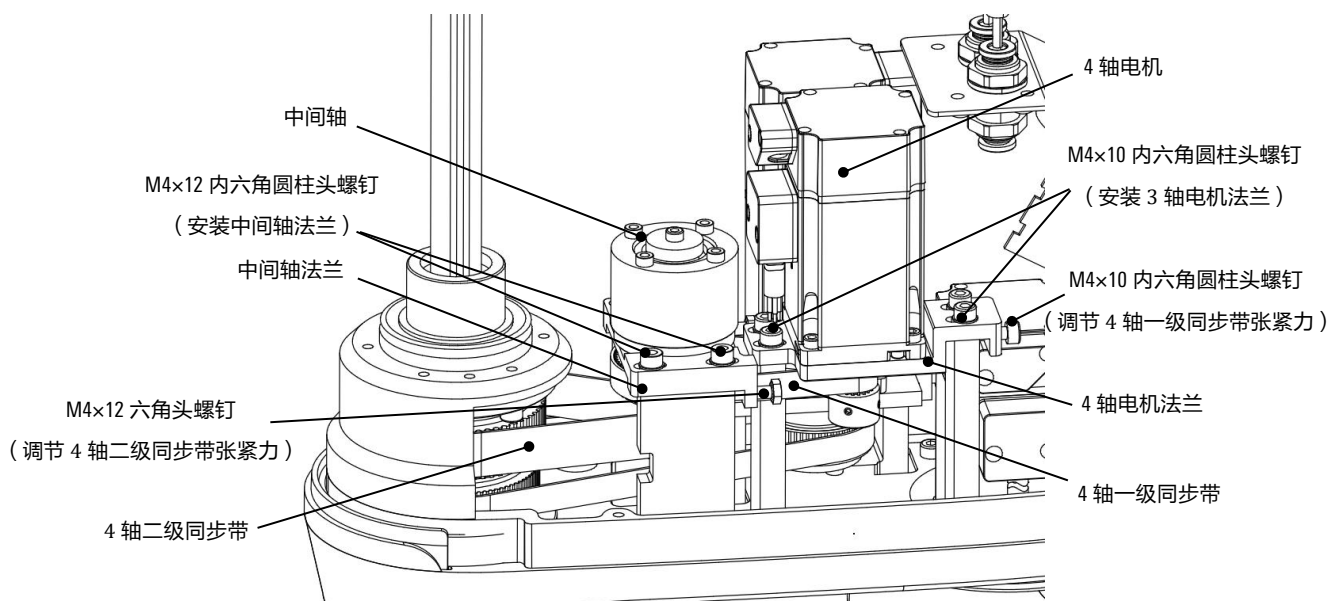

图 8-8 拆卸 4 轴电机法兰与中间轴示意图
- 步骤4.** 用内六角扳手拆下安装 4 轴电机法兰的 4 个 M4×10 内六角圆柱头螺钉，然后缓慢松动调节 4 轴一级同步带张紧力的 1 个 M4×10 内六角圆柱头螺钉，将 4 轴电机和 4 轴电机法兰一齐取下，如图 8-8 所示。
- 步骤5.** 用内六角扳手拧拆下安装中间轴法兰的 4 个 M4×12 内六角圆柱头螺钉，再用普通扳手缓慢松动调节 4 轴二级同步带张紧力的 2 个 M4×12 六角头螺钉，将中间轴与中间轴法兰一齐取下，如图 8-8 所示。